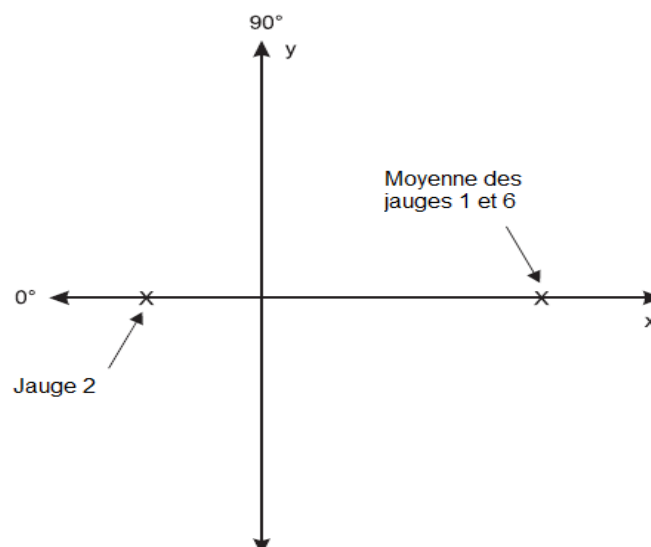

Figure 5 Tracer des points correspondants à la jauge 2 et à la moyenne des valeurs maximum des jauges 1 et 6.
2. Regardez les positions des jauges de déformation (voir la figure 5 ou le diagramme situé à l'avant de l'enveloppe mince cylindrique). Quelles sont les jauges qui donneront des lectures directes de la déformation circonférentielle et de la déformation longitudinale dans le cylindre ?
18. Comme indiqué dans annexe, sur le Cercle de Mohr, les déformations relatives à  $2\Theta$  où  $\Theta =$  l'angle par rapport à l'axe. C'est important. La jauge 2 est orientée selon l'axe du cylindre, donc son angle est de  $0^\circ$  sur le cercle de Mohr. Les jauges 1 et 6 sont orientées à  $90^\circ$  de l'axe, donc leur angle est de  $180^\circ$  sur le cercle de Mohr. Tracez ces 2 points sur l'axe comme indiqué dans la figure 5.